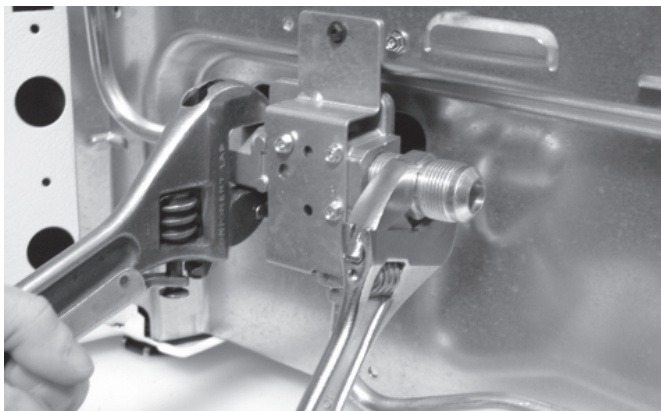

Fig. 4d
**REMARQUE :** Assurez-vous de **stabiliser** le côté gauche du détendeur au moyen d'une clé à molette avant d'effectuer le serrage des autres raccords qui lui sont rattachés (reportez-vous à la fig. 4d).